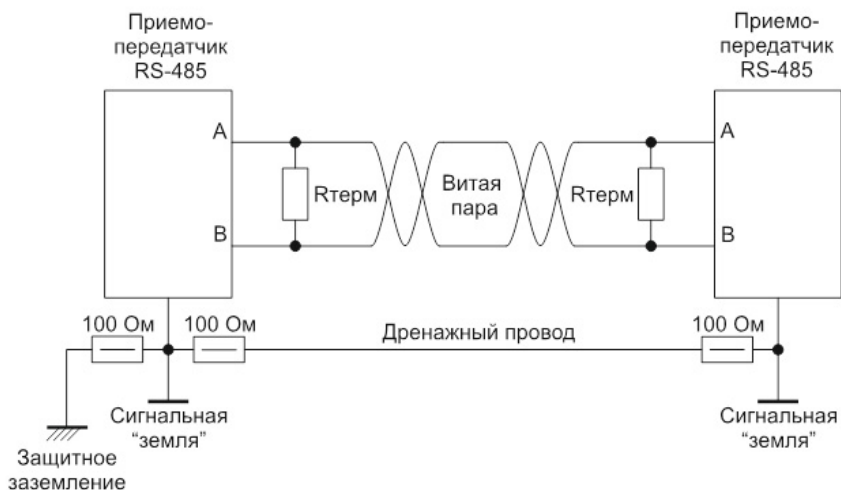

Рис. 5
- 11.2. Если адаптеры разнесены более чем на 15 м друг от друга, или поблизости есть мощные излучатели электромагнитных волн (Мощные пускатели, силовые провода) необходимо использовать схему Рис. 5 с тремя проводами А, В и проводом выравнивания потенциалов, и соблюдать следующие рекомендации: